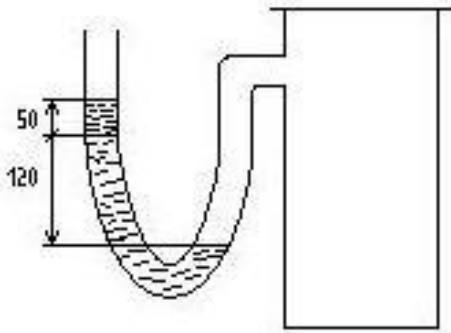

Рисунок 1.1
**Задача 1.13.** В трубке манометра (рисунок 1.1), соединяющейся с окружающей средой, имеется столб воды высотой 50 мм. Определить абсолютное давление в баллоне, если разность уровней ртути в манометре составляет 120 мм,